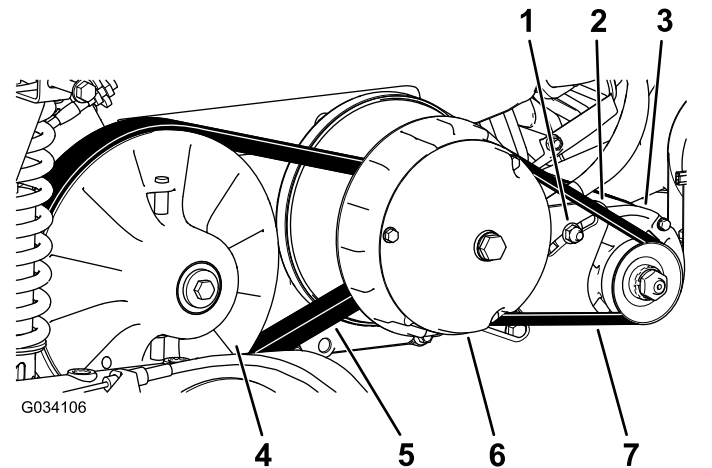

図 62
4. 2次クラッチ 図 62を回して、前進位置で自由に回るかどうかを調べる。
4. ベルト 図 62 を手で回転させながら、磨耗や破損がないかを点検する。
3. 2次クラッチを回しながら2次クラッチ部分でベルトを外す(図 62)。
4. 1次クラッチからベルトを外す (図 62)。
5. 新しいベルトを一次クラッチに掛ける 図 62。
6. 2次クラッチを回しながら2次クラッチ部分でベルトを外す(図 62)。
2. スタータジェネレータのピボットナットをゆるめる 図 62。
4. ボールを下に押ししてスタータを下げる。ベルトを $44 \text{ N}\cdot\text{m}$ 4.5 kg の力で押した時のたわみが 6 mm になるようにスタータの位置を調整する 図 62。
5. ピボットナットを手締めし、ボールを取り外す 図 62。